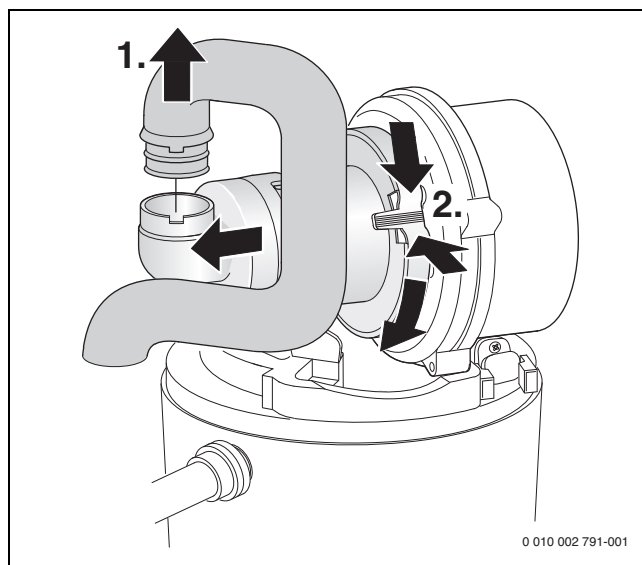

Fig. 45 Démontez le tube d'aspiration et le mélangeur
- ▶ Démontez le dispositif de mélange (→ fig. 45).